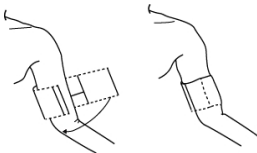

Abbildung 4.2.1 Anlegen der Manschette
2. Befolgen Sie die unten beschriebene Methode, um das Gerät am Oberarm des Patienten anzubringen. (Abbildung 4.2.1).